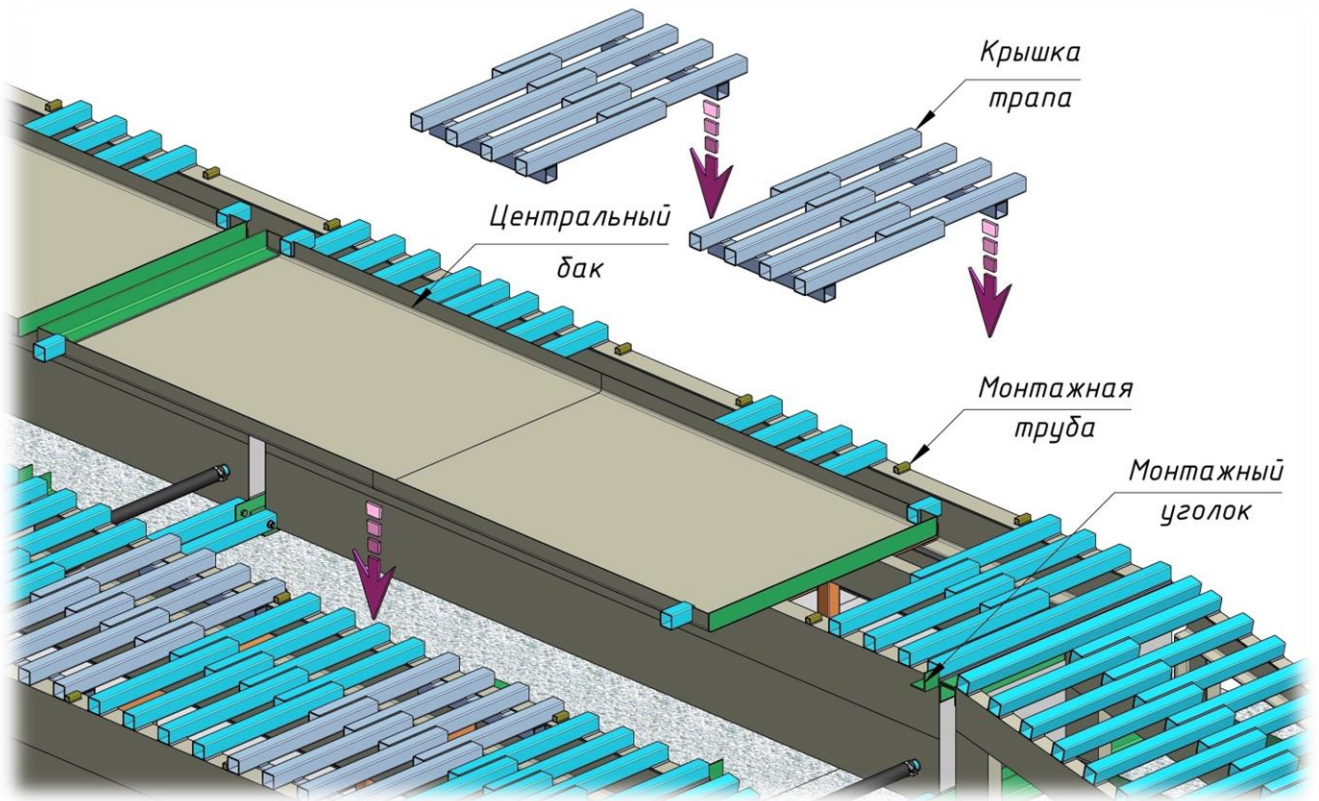

Рисунок 6
- между трапами на монтажные уголки укладываются центральные баки. Каждый трап укрывается 2 крышками, которые устанавливаются в проем между монтажными трубами (смотри рис. 6);